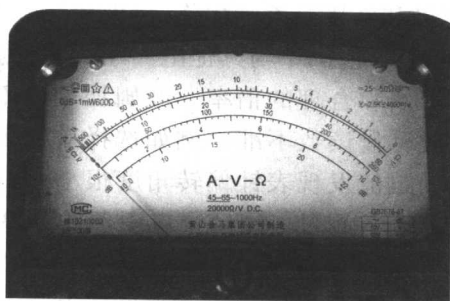

图 1-9 万用表表盘
②表盘标度尺。表盘标度尺有以下特点:有的标度尺是均匀的,如直流电压、直流电流和交流电压共用同一标度尺。有的标度尺是非均匀的,如电阻等。一般万用表最上面一条是电阻标度尺,用“ Ω ”表示;从上到下第二条是直流电压、直流电流和交流电压的共用标度尺,用“ $\sim$ ”、“V”、“mA”表示。图 1-9 是某一型号万用表的表盘。